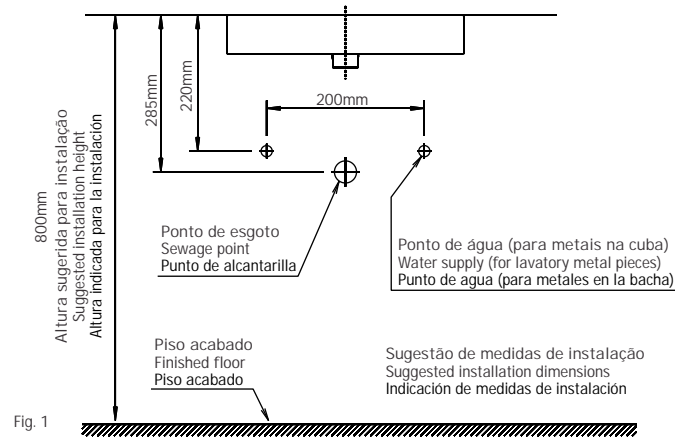

Fig. 1
- 1** Para uso confortável da cuba são recomendadas as seguintes alturas de instalação (conforme fig.1).
For a comfortable use of the lavatory the following installation heights are recommended (as shown in fig. 1).
Para uso comfortable de la bacha son recomendadas las siguientes alturas de instalación (conforme fig.1).